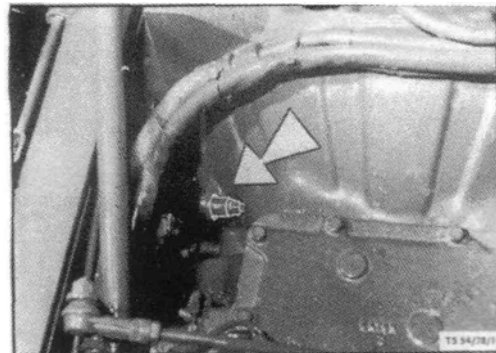

Рис.101
**Смазка подшипника отпуса сцепления (рис. 101)**